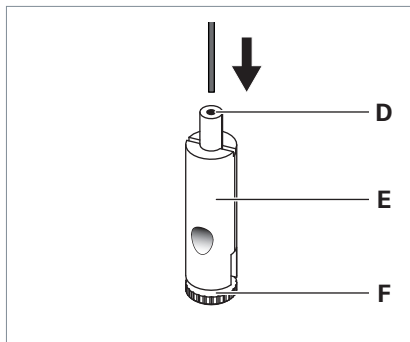

Fig. 11: Montaggio del fermacavo.
- ▶ Far passare il cavo metallico attraverso la bussola di guida **D** del fermacavo **E**, vedi Fig. 11.